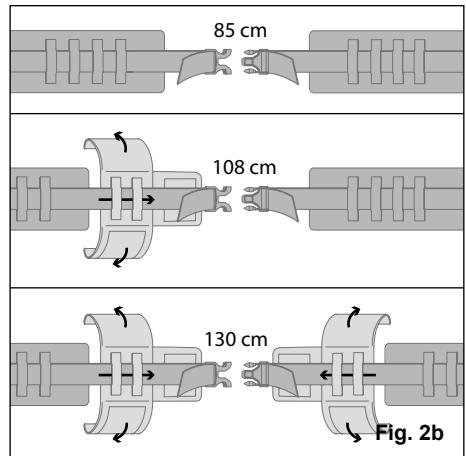

Fig. 2b
- Si nécessaire, utilisez des extensions pour la ceinture (Fig. 2b)